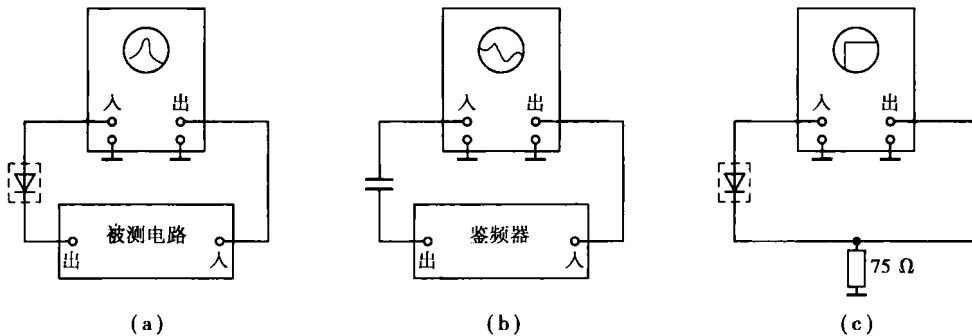

图 1.1 扫频仪的连接方法
① 测试各种电路时的连接方法
A. 测试高频、中频、视频和伴音通道的幅频特性,可按图 1.1(a)所示连接。
B. 测试伴音鉴频特性,按图 1.1(b)所示连接。
C. 对本振频率的测试可按图 1.1(c)所示连接。